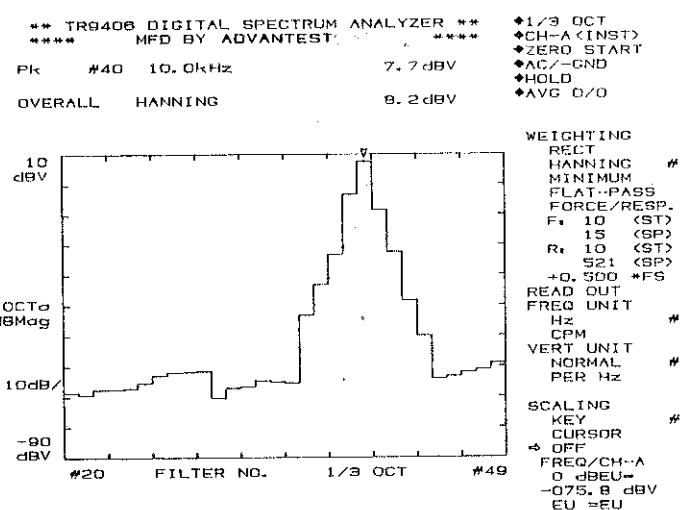

図 7-34 CAL. 信号の 1/3 オクターブ分析結果
- ④ 「ADVANCED ANALYSIS-EXECUTE」スイッチを押して、オクターブ分析を開始します。[図 7-34] 参照
- ⑤ 「SETUP」セクションの  FUNCTION オンスイッチを押して、「OVERALL」を「ALL」に設定します。
- ⑥ 「SETUP」セクションの  WGT/SCALING オンスイッチを押して、「KEY」モードに設定します。
- ⑦ 騒音計のメータおよびレンジからの読み取り値が 84 dB であったとしますと、
**TR9406** の “OVERALL” 値が “+84.0 dBEU” となるように ([図 7-34] では +8.2 dBV) “SCALING” の “0 dBEU” の値を選んで下さい。
となります。[図 7-34, 35] 参照